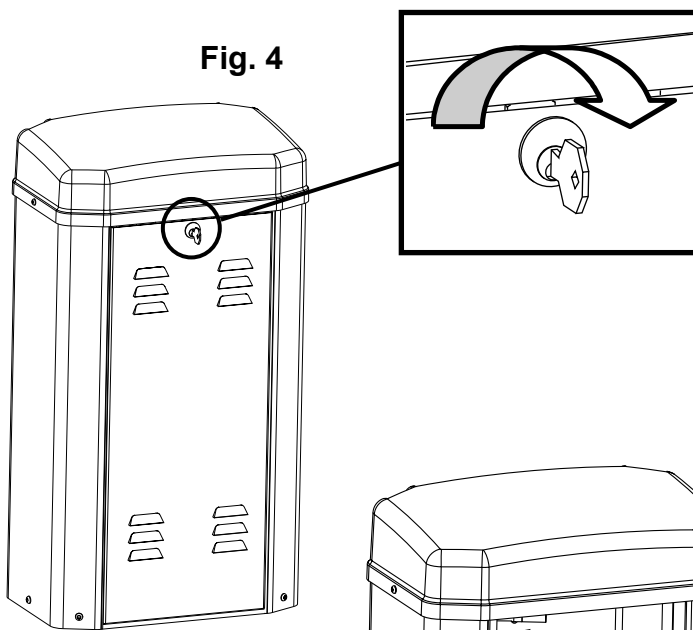

Fig. 4
- Verificar que las ruedas ( **Fig. 4** ) utilizadas sean las apropiadas para el tipo de guía a tierra
1. Abrir la tapa frontal. (Fig. 4)